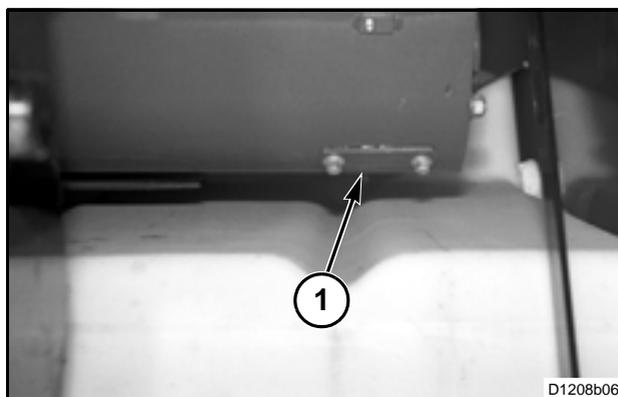

FIG. 224
FIG. 224: La compuerta (1) se ubica sobre el extremo derecho de la tolva de granos. La compuerta puede abrirse para limpiar los canales del sinfín o para drenar el tanque de granos al lavar la cosechadora.